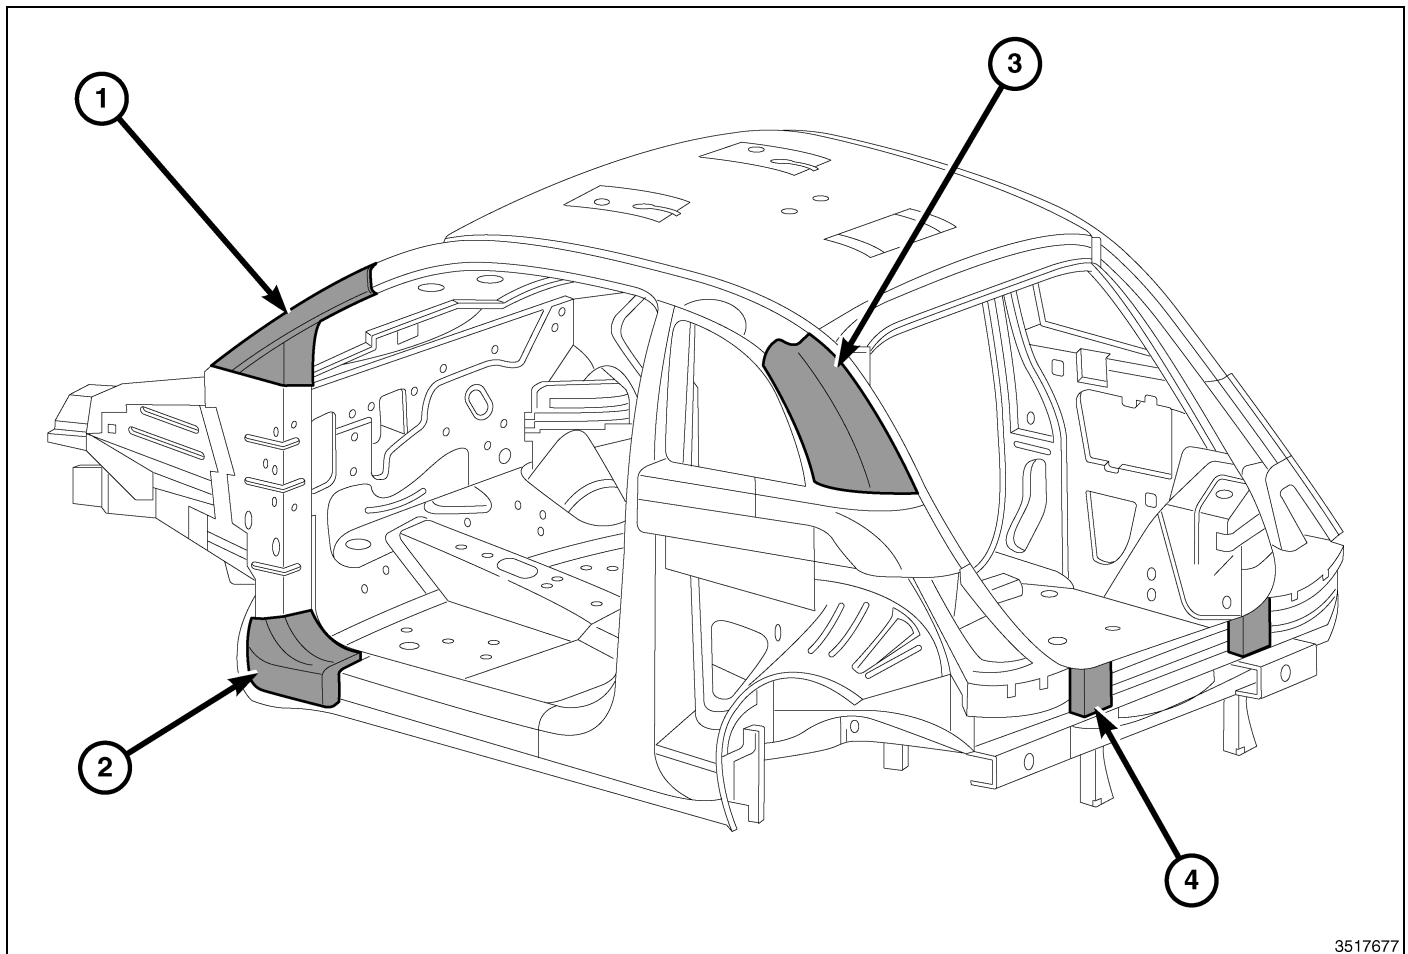

Fig. 43 500 PUR Foam
PUR FOAM LOCATIONS (500)	(Fig. 43)